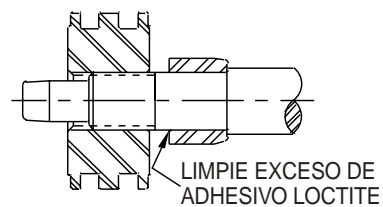

Figura 3
Ensamble las partes hasta que queden completamente ajustadas. Luego, regrese dos (2) giros para distribuir el adhesivo Loctite. Para el caso de los cilindros con amortiguador limpie con un trapo limpio cualquier resto de sellador que haya quedado entre la camisa del amortiguador y el émbolo (Figura 3). NO utilice solventes. Apriete las piezas tanto como sea posible utilizando una llave de abrazadera.